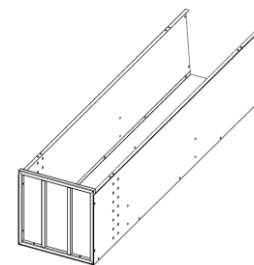

рис. 2
5.2. Прикрепить основание к боковым и задней стенкам (рис. 2).